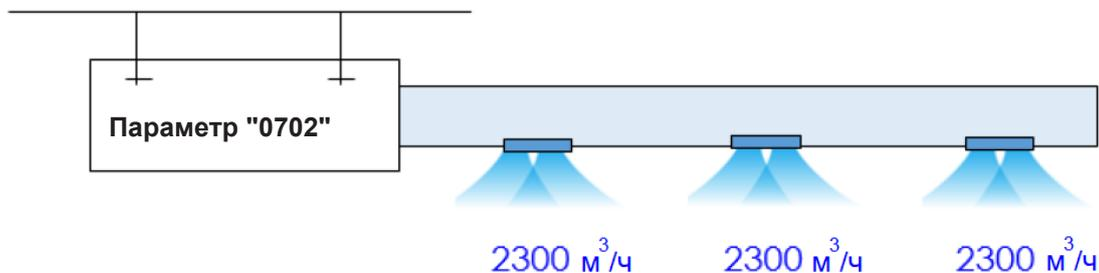

Рис.2.18
- В автоматическом режиме статического напора расход воздуха сохраняется по всей длине воздуховодов (рис.2.18)